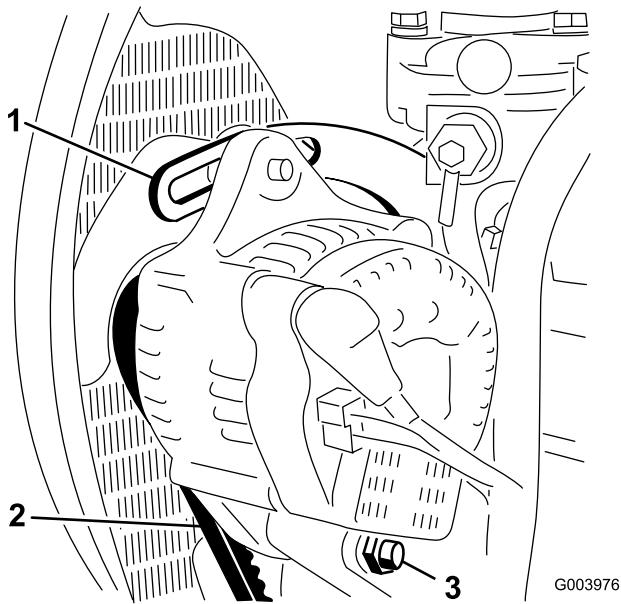

Bild 68
2. Prüfen Sie die Spannung des Lichtmaschinenriemens, indem Sie eine Kraft von 10 kg in der Mitte zwischen der Lichtmaschine und den Riemenscheiben der Kurbelwelle ansetzen (Bild 68).
3. Lockern Sie die Schrauben, mit denen der Bügel am Motor befestigt ist sowie die Schraube, mit der die Lichtmaschine am Bügel befestigt ist (Bild 68).